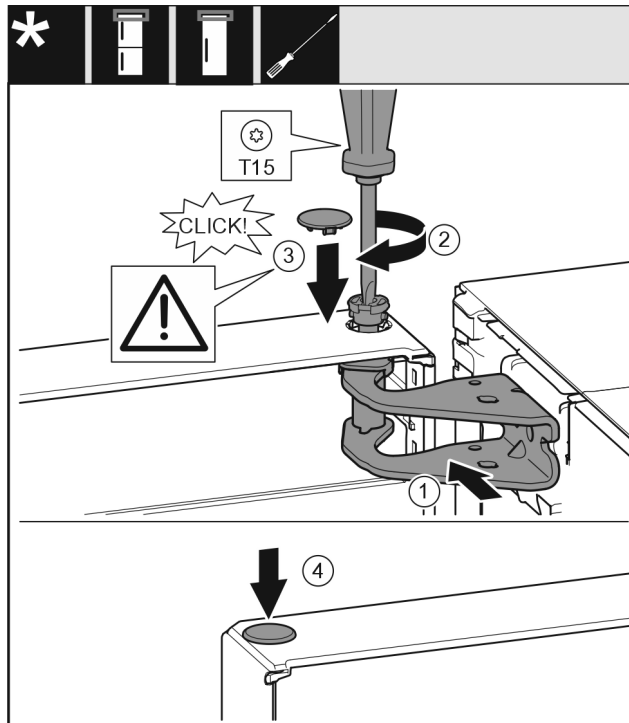

Fig. 15
- Poravnajte gornja vrata prema otvoru u podlošku ležaja. Fig. 15 (1)
- Umetnite svornjak i zavijte odvijačem T15. Fig. 15 (2)
- Montirajte sigurnosni pokrov radi osiguranja vrata: Umetnite sigurnosni pokrov i provjerite naliježe li na vrata. U protivnom u potpunosti umetnite svornjake. Fig. 15 (3)
- Umetnite čep. Fig. 15 (4)